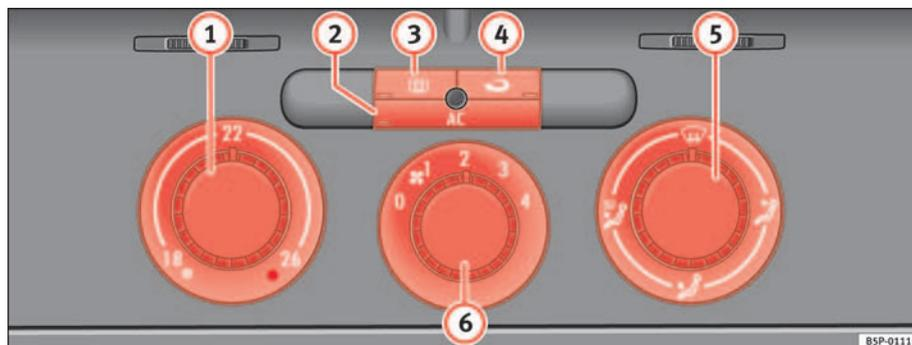

Fig. 123 Mandos del Climatic en el tablero de instrumentos
- Gire el regulador de la temperatura ⇒ fig. 123 ① hacia la derecha hasta alcanzar el grado de calefacción deseado.